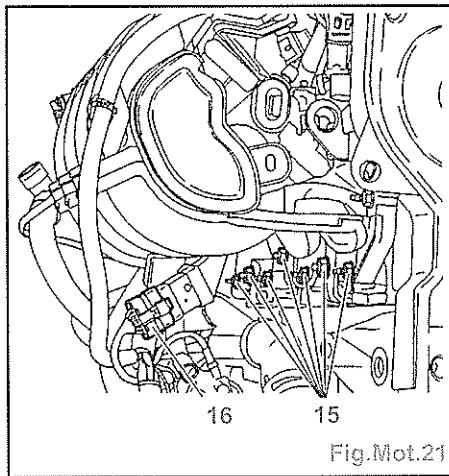
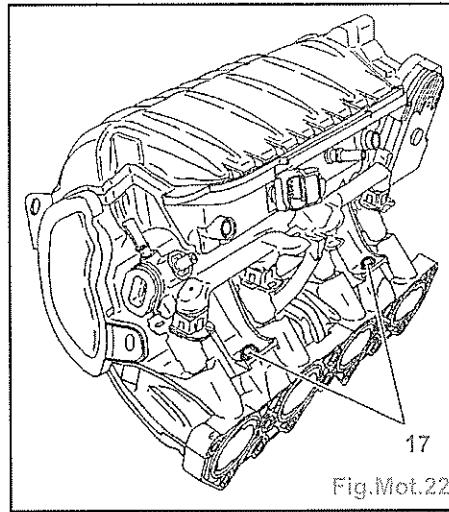

Fig. Mot. 21
Fig. Mot. 22
- la sonde de température d'air collecteur (13),
- Déposer les écrous de fixation du collecteur d'admission (15) (Fig.Mot.21).
- Débrancher le connecteur (16).
- Déposer les 2 vis (17) (Fig.Mot.22).